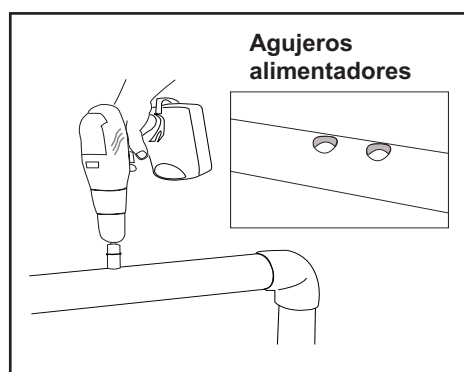

Figura 8. Perforación de agujeros alimentadores
8. Haga los agujeros alimentadores usando una sierra hueca. Asegúrese de agujeros estén limpios y suaves (ver Figura 8).